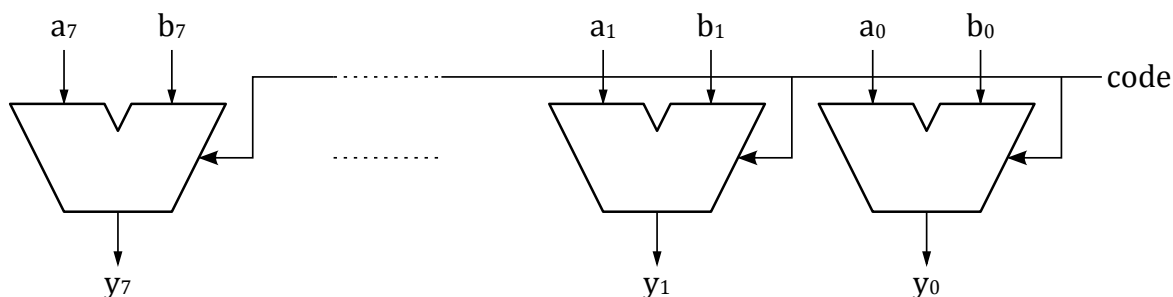

Fig. 1 - Unité logique LU
La Fig. 1 montre le schéma d'une Unité Logique (LU) d'un microprocesseur. Les opérations logiques sont effectuées bit à bit. Huit de ces blocs forment une LU de 8 bits.
Implémentez le circuit de la LU de Fig. 1. Certains éléments du circuit sont déjà présents dans le bloc **ALU/LU1**. Complétez les entrées manquantes du multiplexeur qui doit être connectées soit à un "0" logique, soit à un "1" logique. Ces valeurs peuvent être générées par les éléments **gates/logic0** respectivement **gates/logic1**.